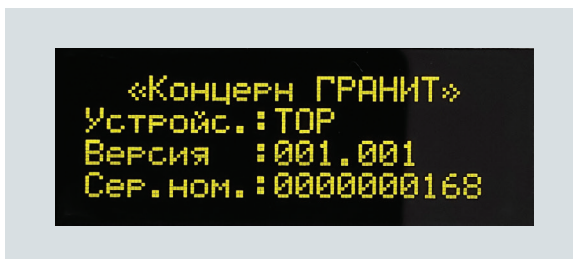

Рисунок 10 – Информация об аппарате
1.3.2.8. Информация об изделии (рисунок 10).